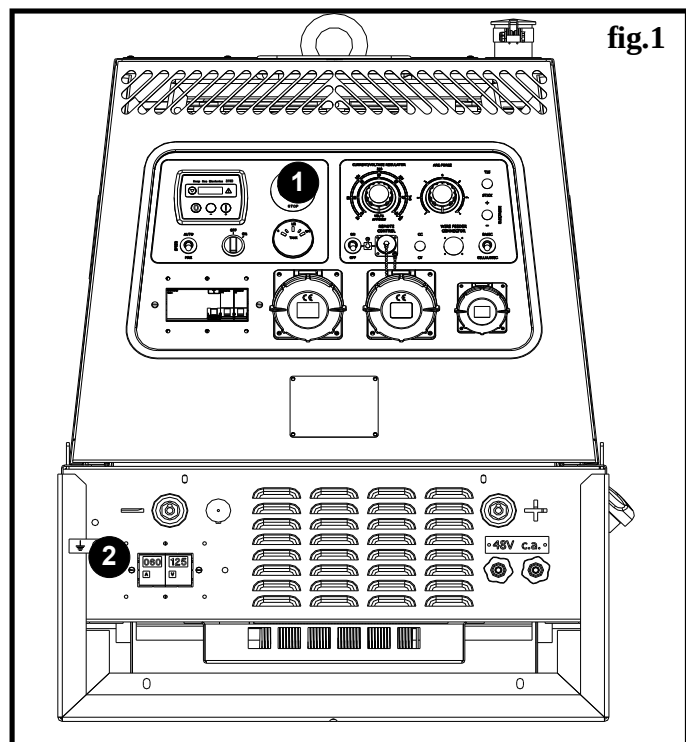

fig.1
Pulsante stop d'emergenza (fig. 1)
07.2 MESSA A TERRA (fig. 1)